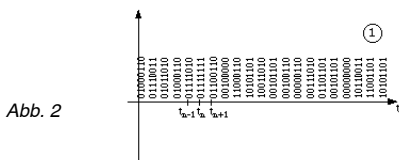

Abb. 2
- Parallel: auf mehreren Drähten (Abb. 2)